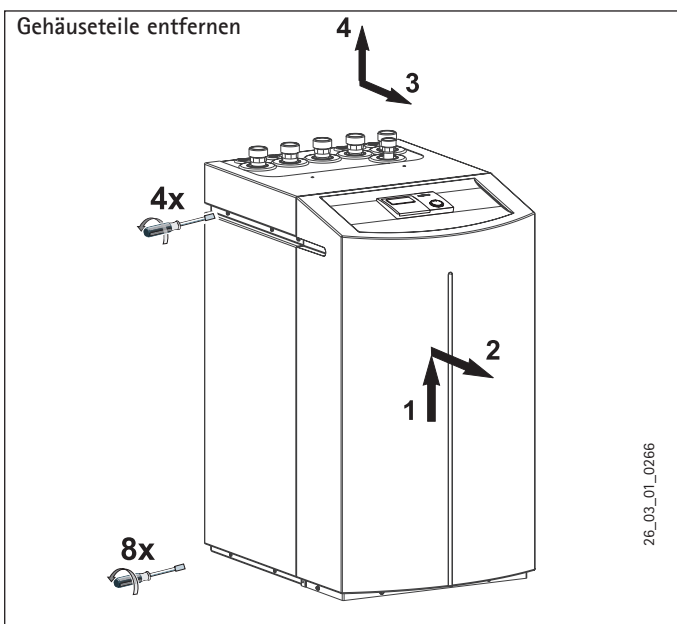

Abb. 3
2. Die acht Schrauben am Sockel des Gerätes herausdrehen (Abb. 3) und das Gehäuse auf den Boden herunterlassen.
Die Anschlussklemmen befinden sich im Schaltkasten (Abb. 10) der TTF und sind nach dem Entfernen der Fronthaube (Abb. 3) und Öffnen der Abdeckklappe zugänglich. Zum Öffnen der Abdeckklappe sind die Befestigungsschrauben seitlich, oben am Schaltkasten zu entfernen. Beim Entfernen der Fronthaube ist darauf zu achten, dass die Leitungen, die den Wärmepumpenmanager mit dem Schaltkasten verbinden, nicht abgerissen werden. Um das Gerät elektrisch anschließen zu können, muss nun noch der Deckel (Abb. 3) demontiert werden.